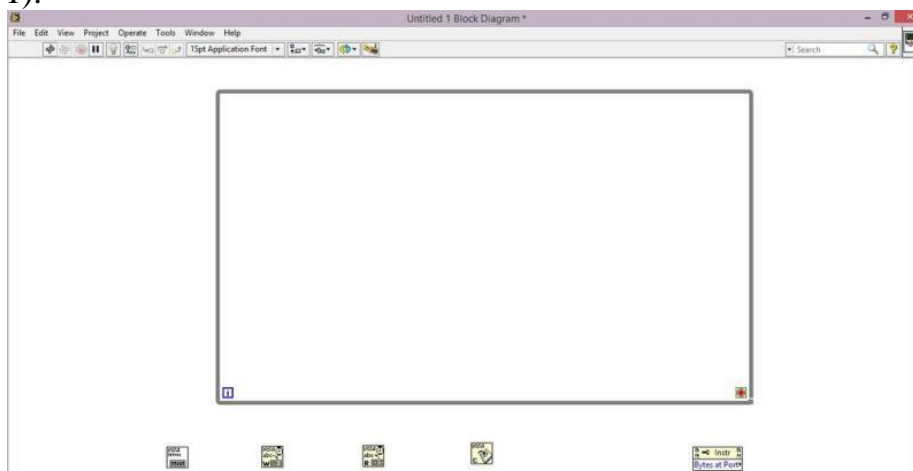

Рис.1 – Построение цикла
1. Создается цикл условия while loop Programming > Structures > While Loop (рисунок 1).